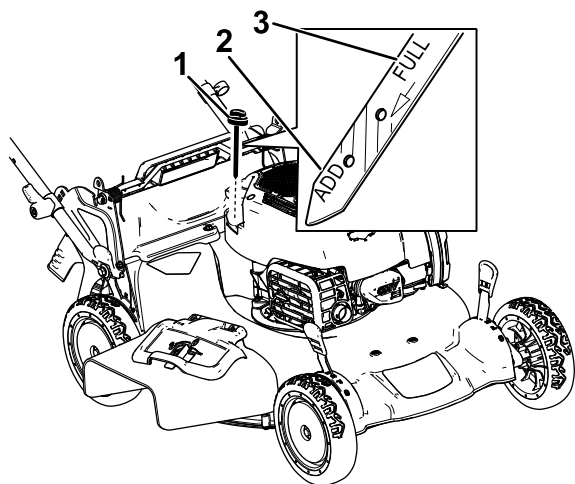

Figura 8
2. Girate il tappo in senso antiorario ed estraete l'asta di livello (Figura 8).
6. Controllate il livello dell'olio sull'asta (Figura 8).